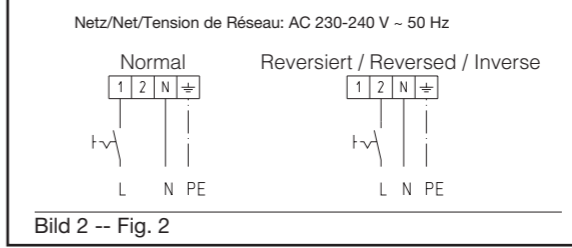

Bild 2 -- Fig. 2
6. Flügelblätter (14) mit Flügelblattschrauben (12) und Federscheiben (13) am Motor (15) befestigen. **Wichtig:** Flügelblatt (14) muss unbedingt nach unten gerichtet sein. Zur Befestigung des Flügelblattes sind am Motor je Flügelblatt zwei Schrauben (12) und zwei Federscheiben (13) vorhanden. **Δ** Ersatzteil - Flügelblattsatz immer nur kpl. Sätze incl. Befestigungsmaterial tauschen!
8. Deckenaufhängung an Gummirolle des Pendelrohres (8) einhängen und Ventilator mit Befestigungsschrauben (25 a; geeignet für Deckenkonstruktion) an der Decke befestigen.
9. Das Fangseil (1) an der Befestigungsschraube (25 b; geeignet für Deckenkonstruktion) befestigen. Hängevorrichtung mit dem Schraubenschlüssel (2) festziehen.
10. Deckenventilator an dem Haken für Deckenmontage befestigen und Kabelstecker (22) und Buchsenstecker (23) miteinander verbinden.
11. Das Anschlusskabel an die 4-polige Anschlussklemme (24) anschließen, s. Typenschild.
**Δ Achtung: Vor allen Wartungs- und Installationsarbeiten ist das Gerät allpolig vom Netz zu trennen!** Der elektrische Anschluss darf nur von einer Elektrofachkraft ausgeführt werden. Die einschlägigen Sicherheits- und Installationsvorschriften sind zu beachten. Bitte Schaltplan, Bild 2 beachten. Der Anschluss muss über einen allpolig abschaltbaren Netztrennschalter erfolgen. Zuleitung: 3 x 1,5 mm2. Die Drehrichtung des Ventilators kann beim Anschluss gewählt werden (siehe Schaltplan) oder mit einem Wechselschalter umgeschaltet werden: Bei Anschluss an L1 bläst der Ventilator die Luft nach unten, bei Anschluss an L2 nach oben.